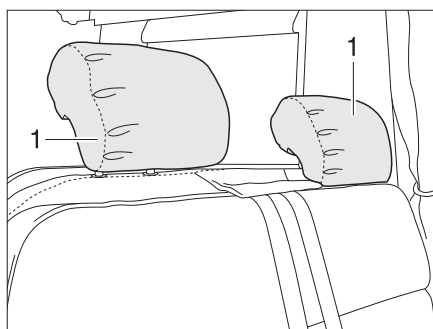

Bild 17 Nackstöd sittbänk (Variant 1)
- Variant 1* ■ Drag upp eller tryck ned nackstödet (Bild 17,1) för hand.